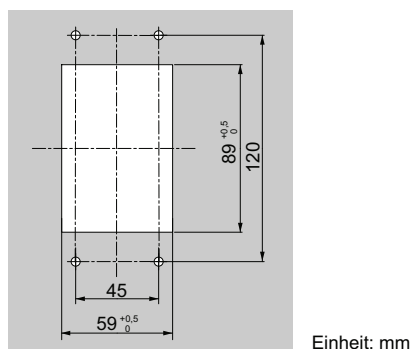

Abbildung 2.14 Abmessungen des Schrank-Ausschnittes (Interne/Einbaumontage)
1. Für das digitale Bedienteil ist eine Öffnung in den Schaltschrank zu schneiden, wie in **Abbildung 2.14** gezeigt.